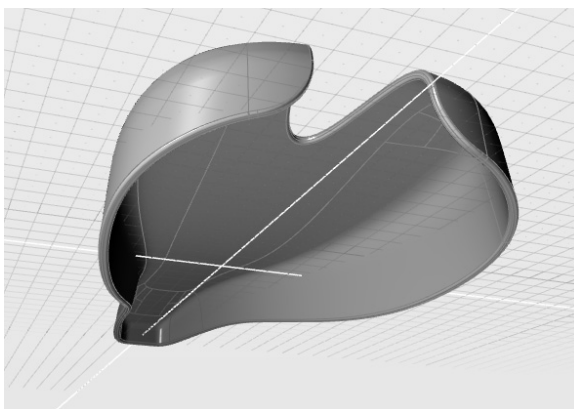

图 7-82 为所有边施加一个小圆角
7) 再次使用“倒圆角”工具，为所有边施加半径为 1mm 的倒圆角，如图 7-82 所示。